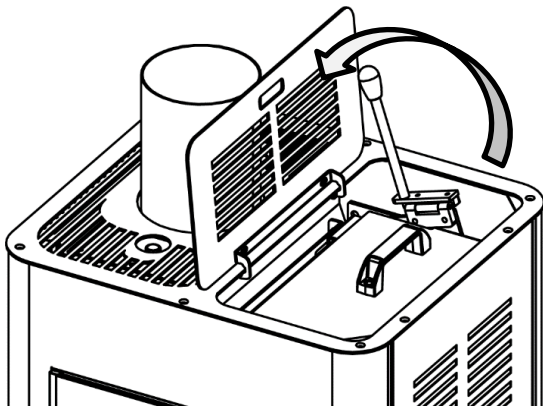

Fig. 15
- Aprire il coperchio e spostare la leva di caricamento pellet nella posizione "Stop" (fig.15);